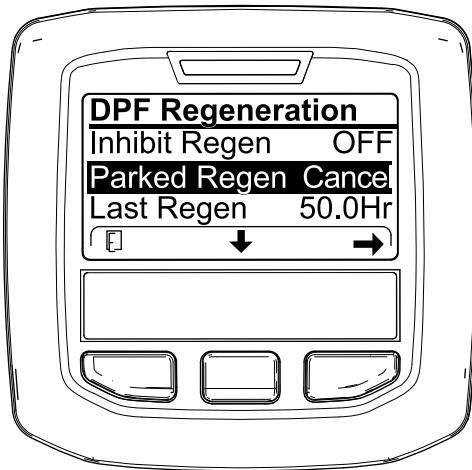
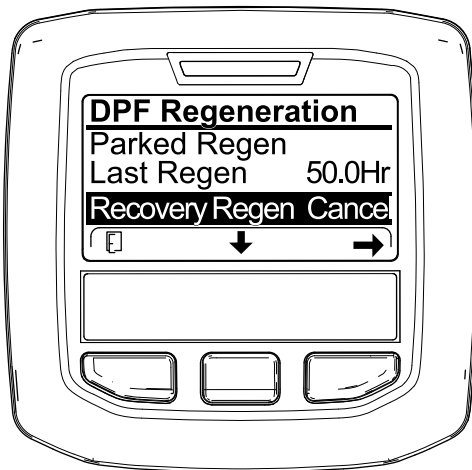

Bild 65
Bild 66
1. Zugreifen auf das Menü für die Regenerierung des Dieselpartikelfilters (**Bild 65**)
2. Drücken Sie die mittlere Taste, um auf die Option PARKED REGEN. CANCEL (**Bild 65**) oder RECOVERY REGEN. CANCEL zu navigieren (**Bild 66**).
3. Drücken Sie die rechte Taste, um den Eintrag „Regen Cancel“ auszuwählen (**Bild 65** oder **Bild 66**).